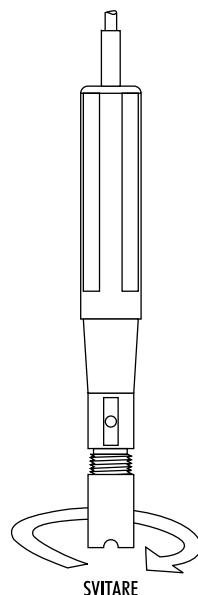

fig. 2
- Svitare la membrana girandola in senso orario (vedi fig. 2)